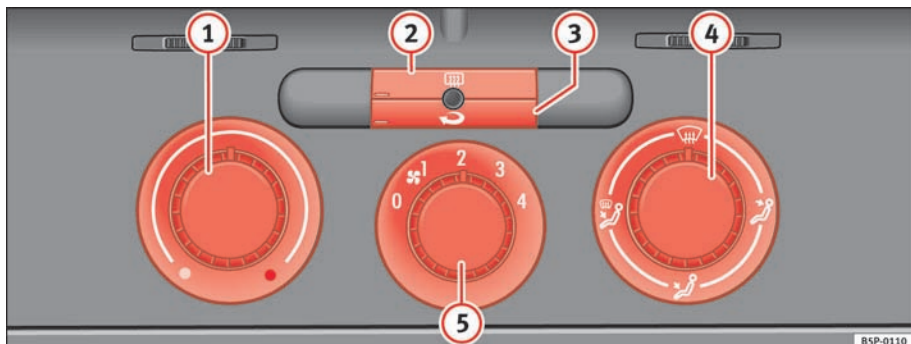

Fig. 128 På instrumentpanelet: betjeningselementer til varmeanlæg
- Du kan indstille temperaturen, luftfordelingen og blæsertrinet med kontakterne ⇒ fig. 128 ①, ④ og ⑤.
- Tryk på knappen ② eller ③ for at aktivere eller deaktivere den pågældende funktion. Når funktionen er aktiveret, er der lys nederst til venstre på knappen.